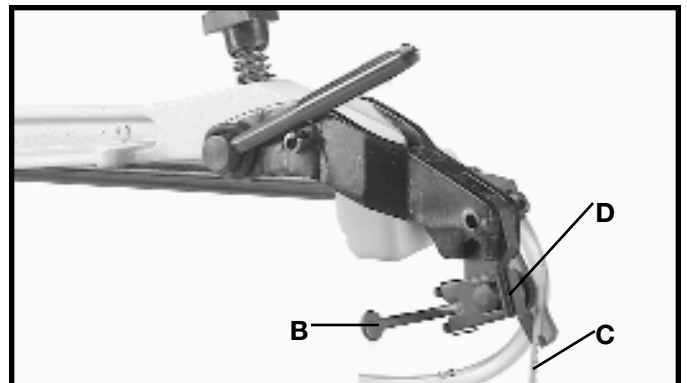

Fig. 4
3. Pousser le levier de verrouillage de mandrin (B) fig. 4 à l'arrière, tel qu'illustré. Ceci dégagera la lame (C) du module de mandrin supérieur (D).